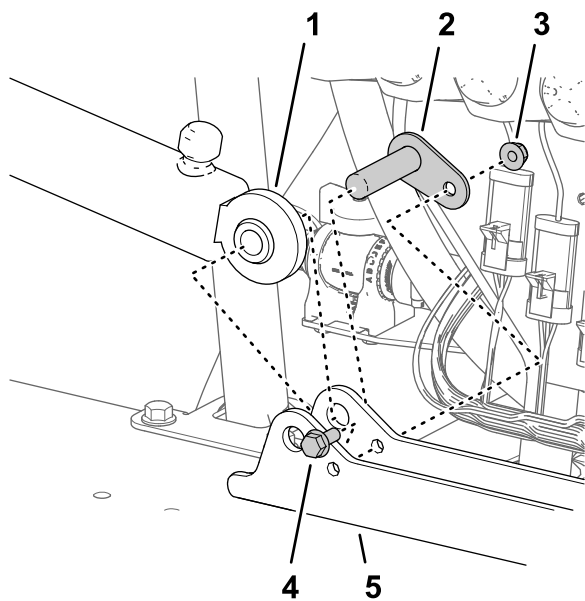

図 115
1. ステップ 3 昇降シリンダを取り外す (ページ 19) で取り外した昇降シリンダの固定側端部を、シリンダマウントの 16mm の穴にセットする 図 115。
2. シリンダをマウントに組み付けるピボットピン、フランジヘッドボルト、フランジナットを使用する 図 115。